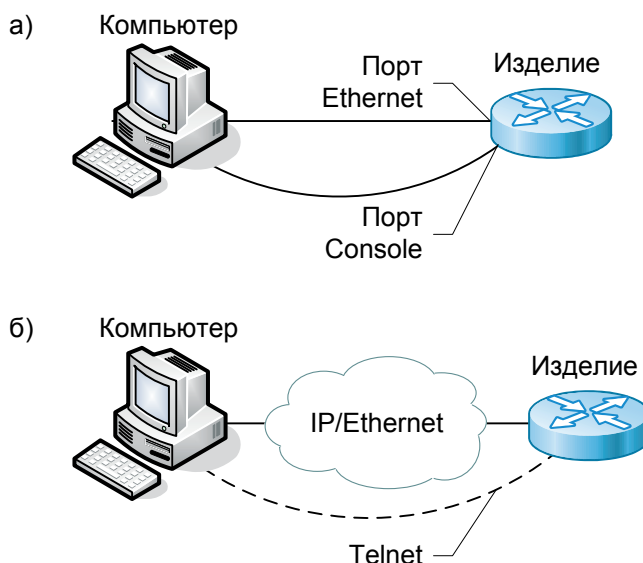

Рис. 33. Примеры подключения изделия для сохранения и загрузки конфигурации или обновления программного обеспечения
2. Подключите порт Ethernet изделия к сети. Примеры подключения показаны на Рис. 33.
2. Подключите один из портов устройства к сети. Примеры подключения показаны на Рис. 33.
3. Подключите устройство к сети. Примеры подключения показаны на Рис. 33.